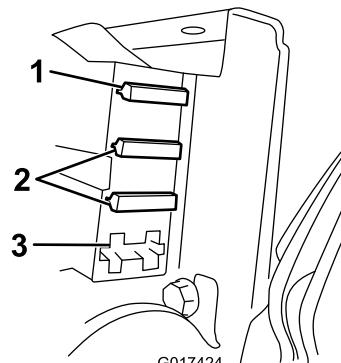

図 36
3. ヒューズボックス内部のヒューズを点検する（図 36）。
飛んでいるヒューズを発見した場合には、所定の電圧および電流値のものに交換する（図 36）。